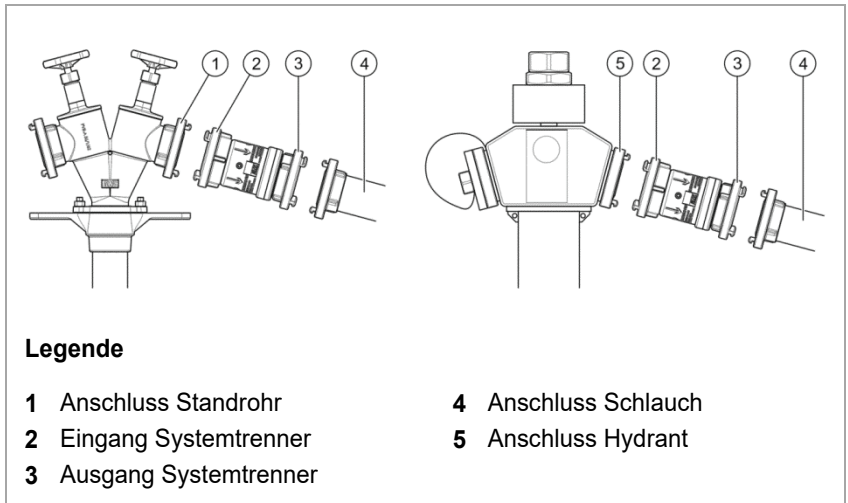

Fig. 2 Handhabung
Im Text steht ein Hinweis auf eine Abbildung mit Positionsnummer in Klammern: (Fig. 2/4) bedeutet Positionsnummer **4** in Abbildung 2.
1. Die Kupplung an der Eingangsseite des Systemtrenners (Fig. 2/2) mit der Hand oder einem Kupplungsschlüssel am Standrohr (Fig. 2/1) oder am Überflurhydranten (Fig. 2/5) anschließen.
2. Die Schlauchkupplung (Fig. 2/4) an der Ausgangsseite des Systemtrenners (Fig. 2/3) mit der Hand oder einem Kupplungsschlüssel anschließen.
2. Den Schlauch an der Ausgangsseite (Fig. 2/3) mit der Hand oder einem Kupplungsschlüssel vom Systemtrenner lösen.
3. Die Kupplung an der Eingangsseite des Systemtrenners (Fig. 2/2) mit der Hand oder einem Kupplungsschlüssel vom Standrohr / vom Überflurhydranten trennen.